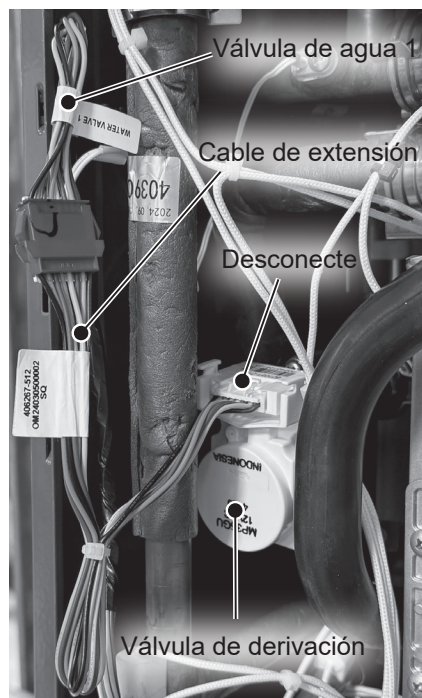

Figura 44 - Desconexión de la válvula de agua 1 y el cable de extensión
- 22 Ubique el mazo de cables de la válvula de agua 1 y el cable de extensión conectado a la válvula de derivación. Desconecte el cableado en la válvula de derivación. Consulte la Figura 44.